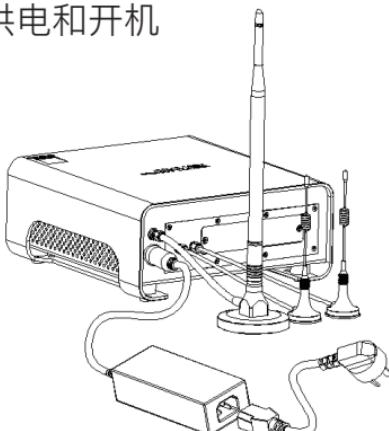

图9 主机外部电源及天线示意图
- 按照图9所示，将12V电源适配器输出端连接到主机的电源输入接口。
- 按照图9所示，将三脚电源线一端接入电源适配器，另一端插入220V AC电源插座，且确保插座能提供1.5A以上的电流。
- 按照图9所示，连接4G天线和LoRa 天线到对应的4G天线输入接口和LoRa天线输入接口，将馈线引到室外，放置于高处。